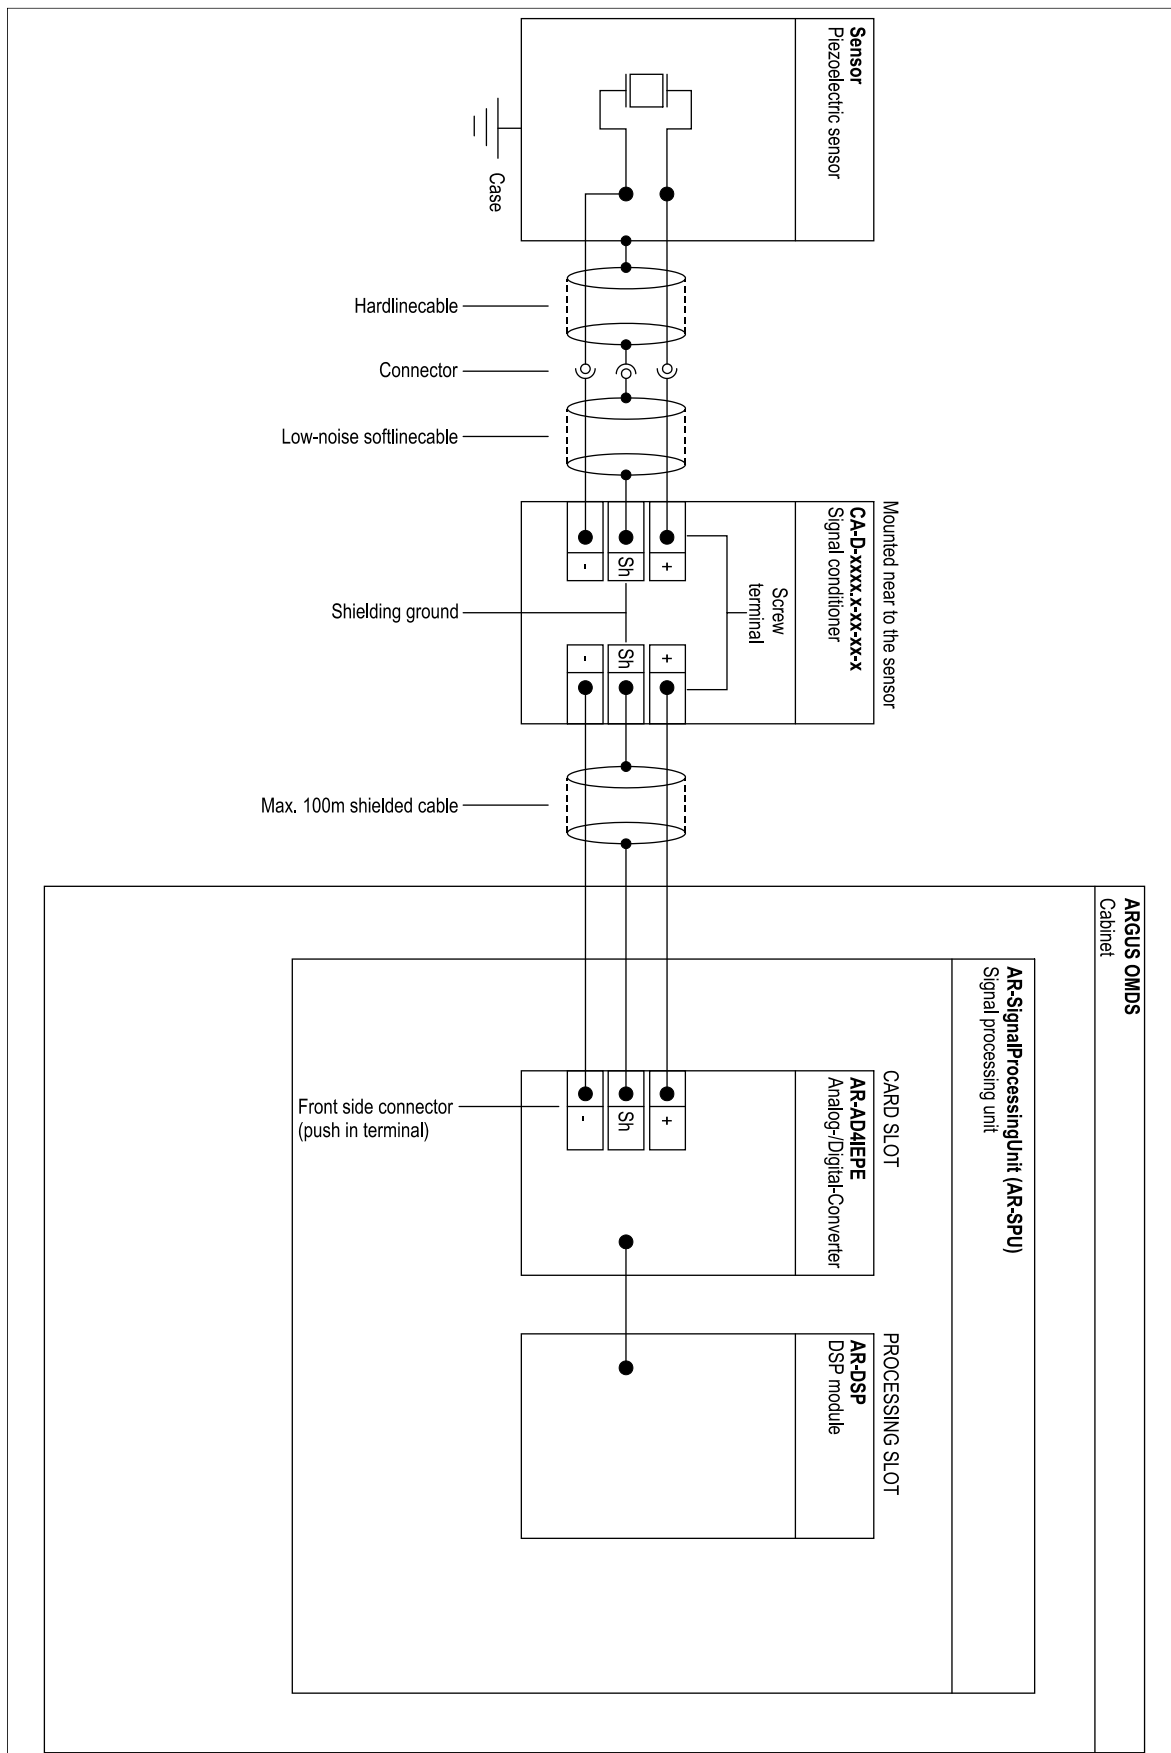
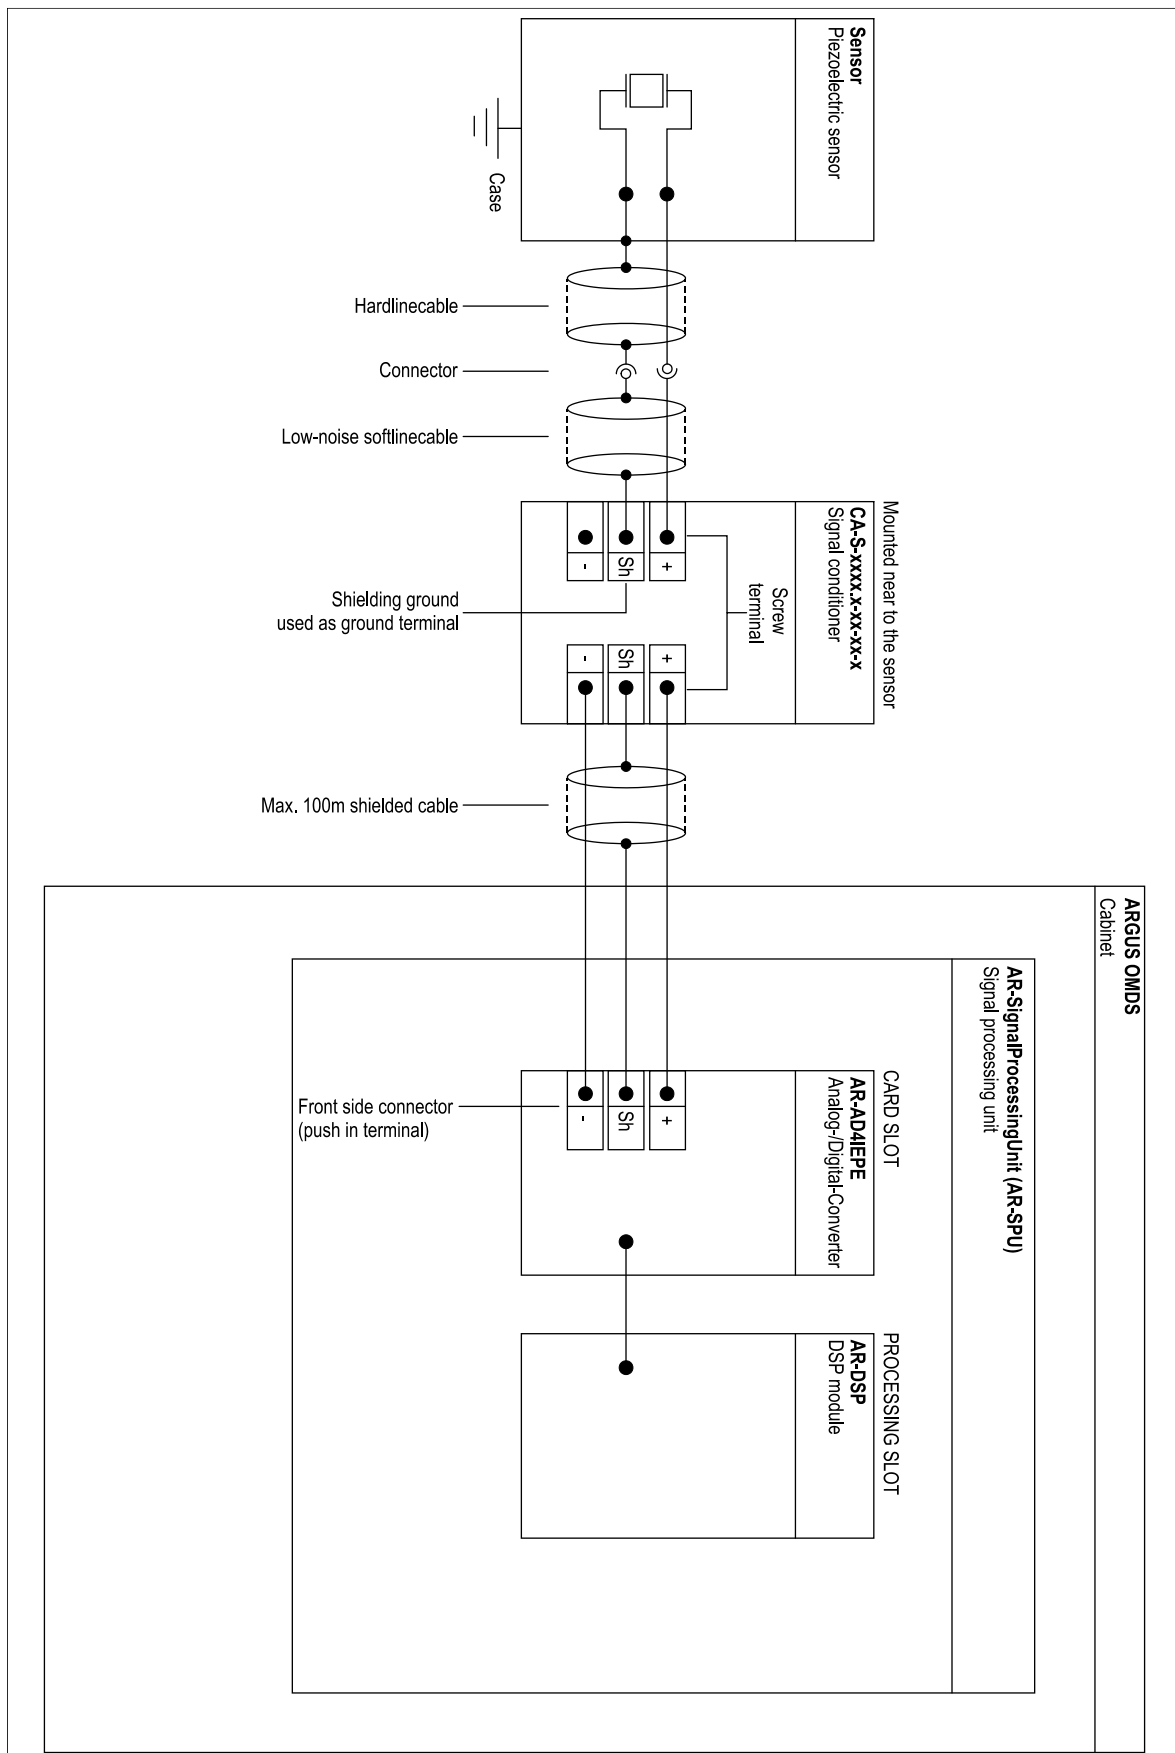

Figure 7: Schematischer Aufbau der differentiellen Messkette (Abbildung ähnlich, Änderungen vorbehalten)
Figure 8: Schematischer Aufbau der Single-Ended Messkette (Abbildung ähnlich, Änderungen vorbehalten)
3 pin Schraubklemme (die genaue Pinbelegung wird in **Figure 7** und **Figure 8** gezeigt)
Für ausführliche Informationen zur Anschlussbelegung siehe **Figure 7** und **Figure 8** weiter unten.
Der CA wird am besten in einem Messaufbau mit dem ArgusOMDS System verwendet. Dieses Kapitel enthält zwei Beispielfiguren sowohl für den differentiellen als auch für den Single-Ended Aufbau und die Verwendung mit einem ArgusOMDS System. Die Stromlaufpläne sind in **Figure 7** und **Figure 8** unten dargestellt.
- (1) Stellen Sie sicher, dass der Kabeltyp zu der oben beschriebenen Spezifikation passt.
- (2) Schließen Sie das Kabel an den entsprechenden Pin der beiden Schraubklemmen an (die genaue Pinbelegung ist in **Figure 7** und **Figure 8** dargestellt).
- (3) Montieren Sie den Deckel des Umgehäuses wieder.